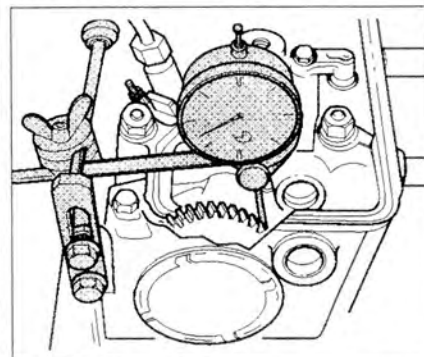

Рис. 4.32. Установите стрелочный индикатор на головку блока цилиндров и измерьте свободный ход шестерни 9.
6. Снимите шестерню распределительного вала и установите стрелочный индикатор на головку блока цилиндров (рис. 4.32). Измерьте свободный ход шестерни 9. **Свободный ход шестерни:** 0.06-0.17 мм.